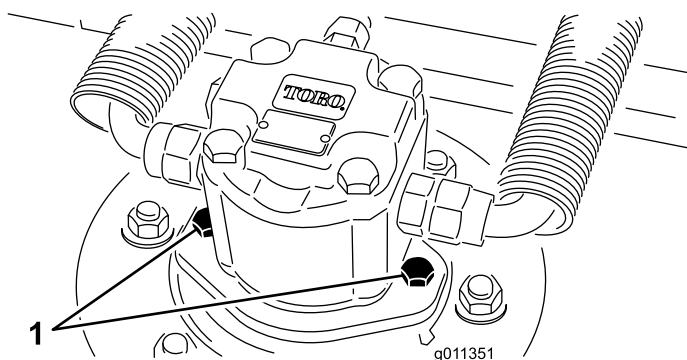

Рисунок 59
2. Отсоедините и снимите гидроцилиндр с деки (Рисунок 59). Накройте верхнюю часть шпинделя для предотвращения загрязнения.
4. Установите гидроцилиндр на деку (Рисунок 59). Убедитесь в том, что уплотнительное кольцо находится в штатном положении и не повреждено.